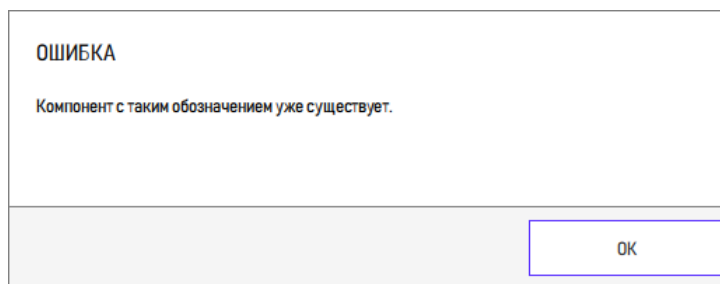

Рисунок 154 – Сообщение о существовании компонента с указанным обозначением
15) Если ФИ с таким обозначением уже есть в БД, то открывается информационное сообщение (рисунок 154). Нажать кнопку «ОК» для закрытия окна.
- 5) Если компонент с таким обозначением уже есть в БД, то открывается информационное сообщение (см. рисунок 154). Нажать кнопку «ОК» для закрытия окна.
- 7) Если компонент с таким обозначением уже есть в БД, то открывается информационное сообщение (см. рисунок 154). Нажать кнопку «ОК» для закрытия окна.